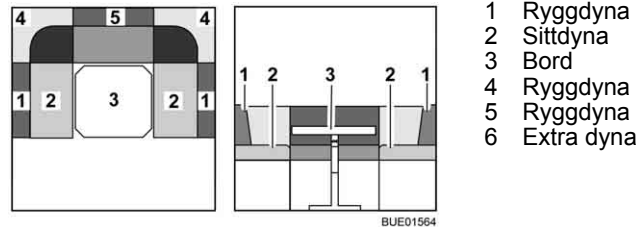

Bild 104 Före ombyggnaden
- Bygg om bordet (Bild 104,3) till sängbotten (se avsnitt 6.12).
- Tag bort alla ryggdynor (Bild 104,1, 4 och 5) och lägg dem åt sidan.